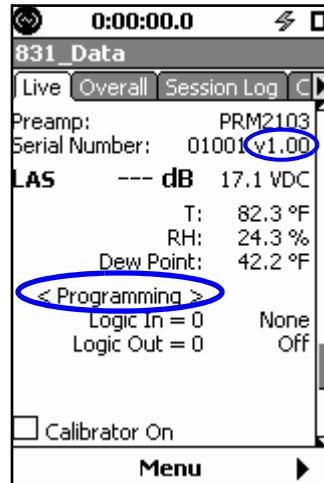

Abbildung 3-21 PRM2103-FF-Firmware-Aktualisierung
Schritt 3 Beim Modell 831 zur **Preamp** {Vorverst.-}Seite im **Live**-Tab navigieren. Die **Preamp**-Seite zeigt während der Firmware-Aktualisierung eine ‚Programming‘-Nachricht, siehe Abbildung 3-21.
Die **Preamp**-Seite gibt die Nummer der neuen Firmware-Version an, nachdem die Programmierung abgeschlossen ist, wie Abbildung 3-21 in der oberen, hell unterlegten Zone zeigt.